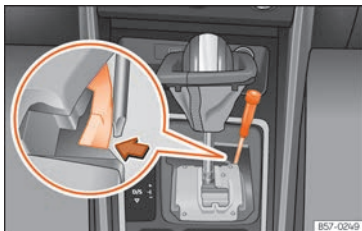

Abb. 143 Wählhebel: Notentriegeln aus der Parkstellung.
- Drücken Sie seitlich mit Hilfe der flachen Seite des Schraubendrehers auf die gelbe Taste und halten Sie sie gedrückt » » **Abb. 143**.